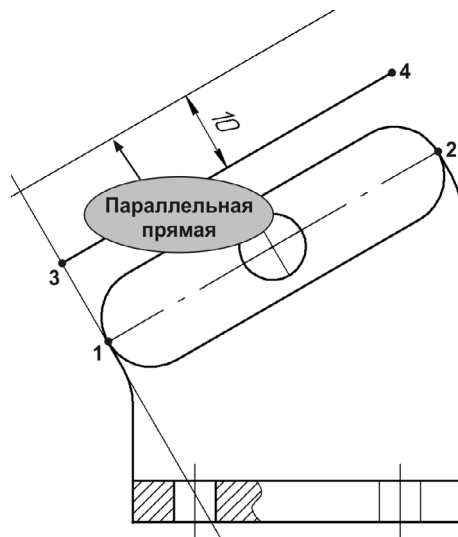

Рис. 28.13. Построение параллельной прямой
11. С помощью команды **Параллельная прямая** постройте вспомогательную прямую, параллельную отрезку 3–4 на расстоянии 10 мм от него (рис. 28.13).